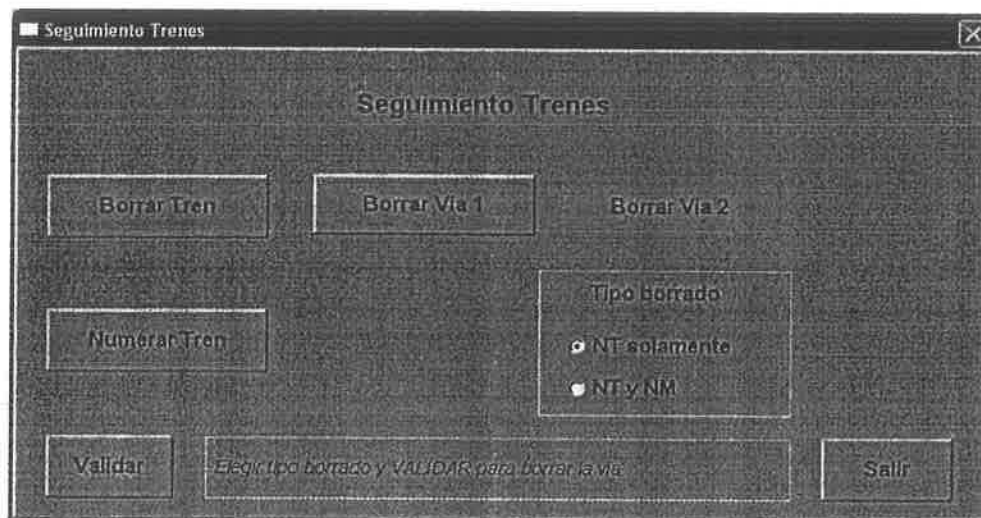

Fig. 14. Ventana " Seguimiento Trenes - Borrar Vía "
• Elegir el tipo de borrado (Fig 14).	Si se elige "NT solamente", los trenes de la vía no se perderán por el seguimiento; continúan con un número especial no visualizado en el TCO y visualizado como "***" en las imágenes sinóptico. Si se elige "NT y NM", los trenes se perderán por el seguimiento. La selección predeterminada es "NT solamente".